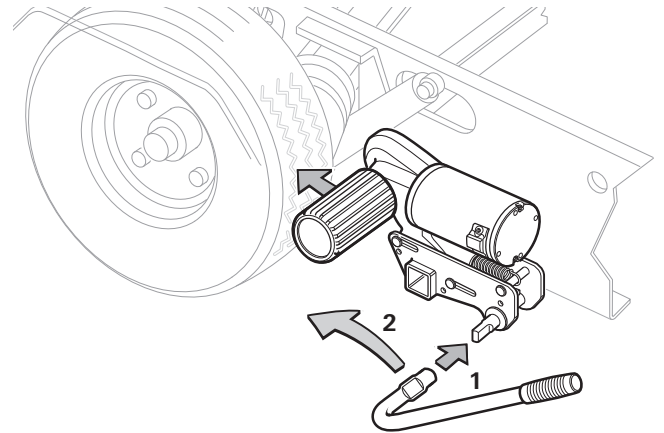
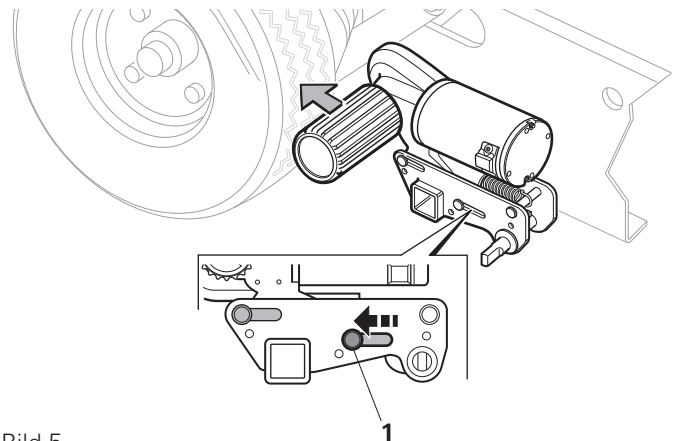

Bild 4
Bild 5
- Den Anschwenkhebel auf die Anschwenkwelle stecken (Bild 4 - 1).
- Anschwenkhebel in Pfeilrichtung (zum Fahrzeugrad hin) (Bild 4 - 2) drehen bis im Gehäuse der Positionsindikator auf „√“ steht (Bild 5 - 1). In der Endstellung rastet die Antriebseinheit sicher ein und die Antriebsrolle wird ca 20 mm in den Reifen gedrückt. Dies ist auf beiden Seiten vor dem Rangieren zu prüfen.